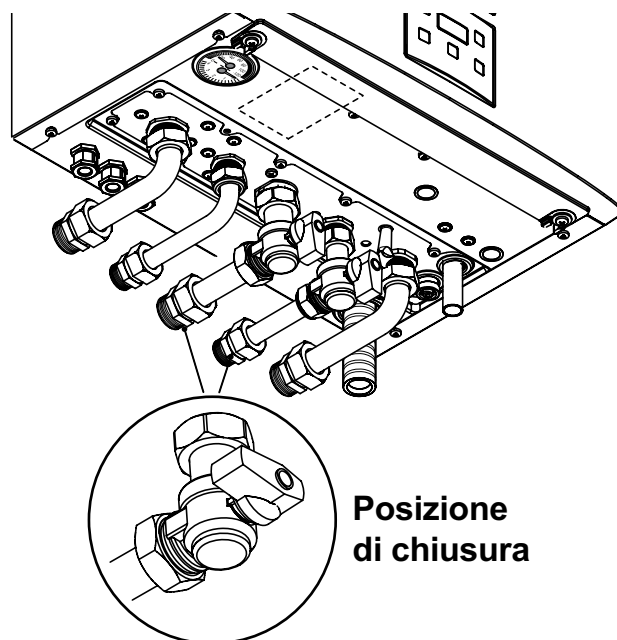

Figura 2.13
- Chiudete i rubinetti della caldaia Figura 2.13 ;